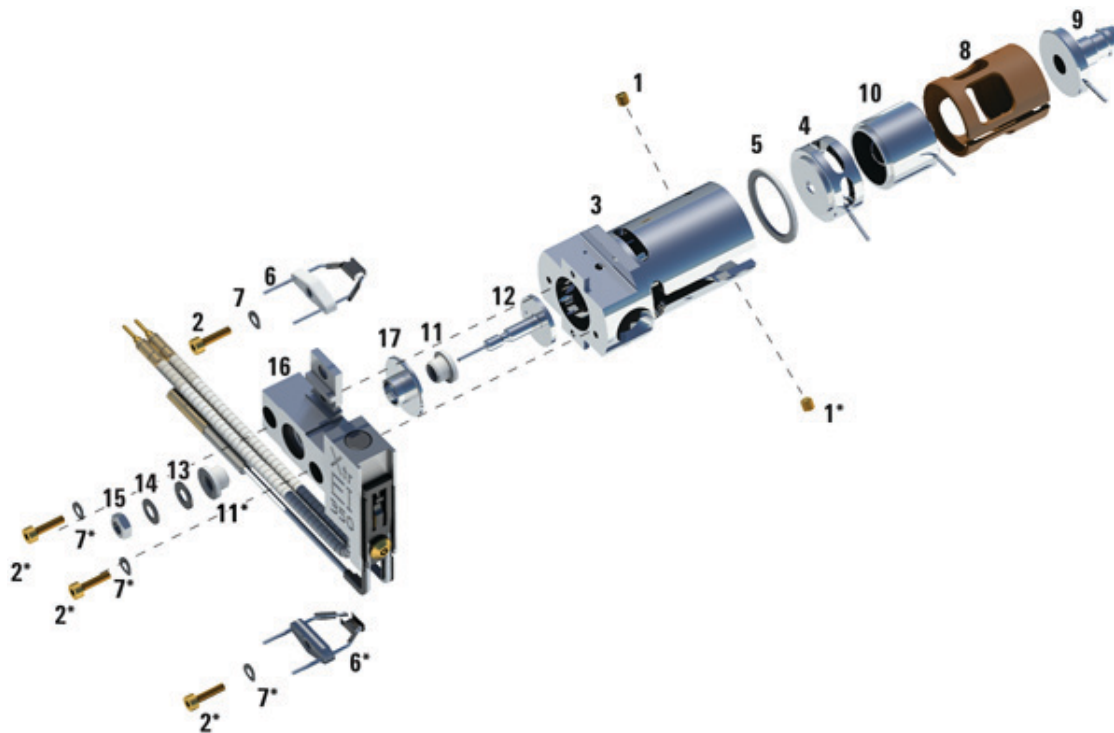

Figura 52 Montaje de la fuente EI XTR
Consulte el plano de despiece y la lista de piezas de la fuente EI XTR a la hora de llevar a cabo este procedimiento. (Consulte la Figura 52 y la Tabla 16 en la página 175.)
- 1 Monte la lente de enfoque iónico, la lente de entrada alargada y el aislante de las lentes. (Consulte la Figura 52 y la Tabla 16 en la página 175.)
- 2 Sujete el aislante de la lente extractora a dicha lente e inserte el conjunto en el cuerpo de la fuente. (Consulte la Figura 52 en la página 177.)
Tabla 17 Lista de piezas de la fuente EI XTR (Figura 52)